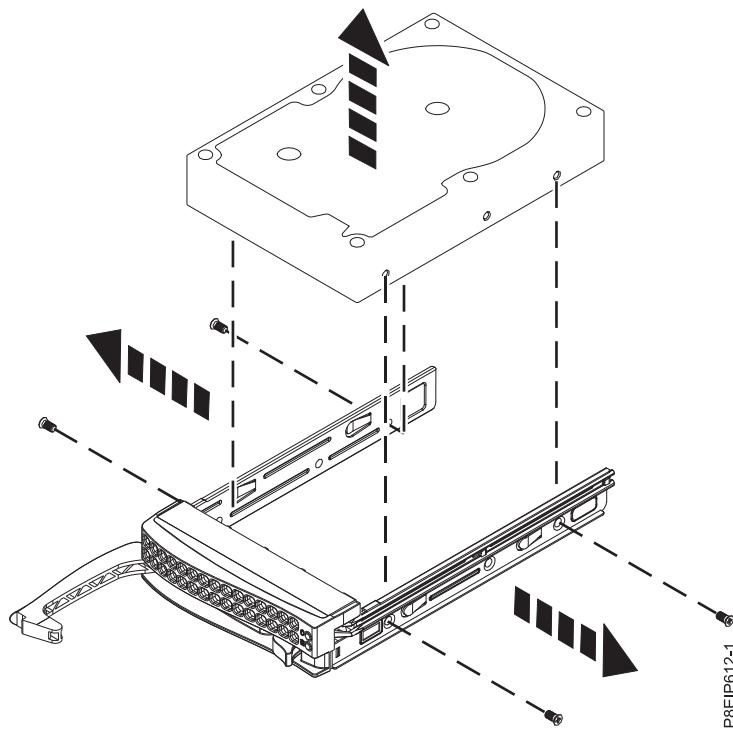

図 2. トレイからの 3.5 型ドライブの取り外し
- 3.5 型ドライブの場合、4 本のねじ（各側面に 2 本）を取り外して、ドライブをトレイの側面から外します（6 ページの図 2 を参照）。